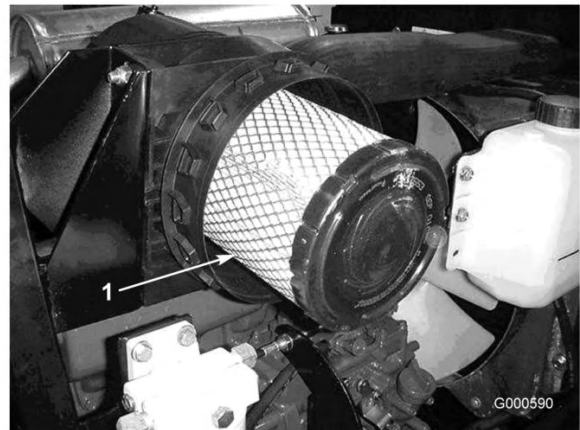

Figure 33
3. Déposez et remplacez l'élément primaire (Figure 33).